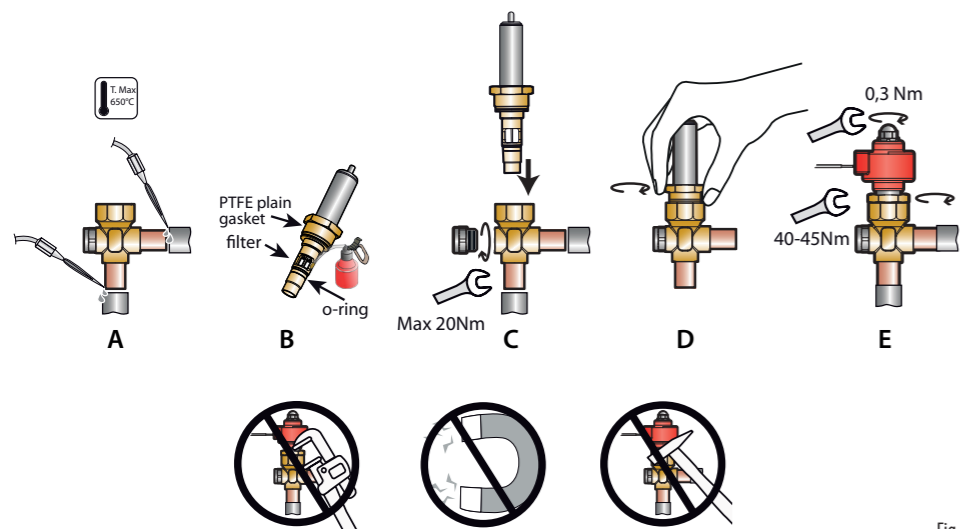

Fig.2
Le valvole E²V-Z devono essere saldate al circuito mediante brasatura dei raccordi in rame ai tubi di uscita condensatore (IN) e di ingresso evaporatore (OUT). Seguire la successione indicata in Fig. 2 procedendo in questo modo:
- Inserire le tubazioni dell'impianto nei raccordi femmina della valvola, facendo attenzione a non andare oltre le apposite restrizioni presenti nei raccordi della valvola stessa. Procedere alla saldatura orientando la fiamma verso l'estremità dei raccordi come da Fig. 2-A (per una migliore brasatura senza alterare la tenuta della zona di saldatura tra corpo e raccordi utilizzare lega con temperatura di fusione inferiore a 650 °C o con tenore di argento superiore del 25 %).
- Verificare che la guarnizione piana in PTFE e l'oring siano presenti e posizionati nelle loro sedi (Fig. 2-B).
- Verificare che il filtro in rete metallica sia inserito sulla boccola di ottone (Fig. 2-B). In caso contrario, posizionarlo come in figura e portarlo in battuta. **Attenzione! Il filtro è efficace solo con verso di entrata del fluido dal raccordo laterale. In caso di utilizzo della valvola in direzione contraria, prevedere apposito filtro nel circuito, togliendo quello fornito.**
- Lubrificare con un velo d'olio (uno qualsiasi di quelli normalmente utilizzati nei circuiti frigoriferi) la superficie esterna dell'oring della cartuccia (Fig. 2-B)
- Inserire la cartuccia all'interno del corpo brasato avendo cura di non forzare durante l'inserimento (Fig. 2-C).
- Procedere quindi ad avvitare manualmente la ghiera in ottone fino al raggiungimento del suo finecorsa (Fig. 2-D).
- Serrare la ghiera sul corpo valvola con una chiave a forchetta da 24 con una coppia di serraggio di 45Nm (Fig. 2-E) E' possibile cambiare la taglia della valvola sostituendo la cartuccia esistente con una di taglia diversa (senza cambiare il corpo valvola)
- Inserire lo statore rosso, venduto separatamente (vedi tabella "Connessioni elettriche"), fino a fondo corsa della cartuccia avvitando il dado nero portandolo in completa battuta fino a deformare la corona circolare in gomma dello statore (coppia di serraggio 0,3 Nm) (Fig. 2-E).
The E2V-Z valves must be joined to the circuit by braze welding the copper fittings to the condenser outlet (IN) and evaporator inlet (OUT) pipes. Proceed as indicated in Fig. 2:
- Insert the pipes in the female valve fittings, being careful not to go beyond the specific restrictions present in the joints of the valve. Weld by aiming the flame at the ends of the fittings as shown in Fig. 2-A (for better braze welding without affecting the seal of the welded area between the body and the fittings, use alloys with a fusion temperature less than 650 °C or with a silver content above 25%);
- Make sure that the PTFE and l'oring are present and positioned in their site (Fig. 2-B).
- Make sure that the metal mesh filter is inserted on the brass bushing (Fig. 2-B). Otherwise, position it as shown in the figure and make sure it's properly in place. **Warning! The filter is efficacious with fluid inlet from the connection side. If using the filter in the opposite direction, install a special filter in the circuit, removing the one supplied.**
- It is necessary to lubricate with oil (any of those normally used in refrigerant circuits) the outer surface of the cartridge oring (Fig. 2-B)
- Insert the cartridge inside the braided body, taking care not to force it during insertion (Fig. 2-C).
- Proceed to manually screw the brass nut until it reaches its limit (Fig. 2-D).
- Tighten the nut on the valve body with a 24-inch fork wrench with a tightening torque of 45Nm (Fig. 2-E). It is possible to change the valve size only by replacing the existing cartridge with a different size (without changing the valve body).
- Insert the red stator, not included (see table "Electrical connections"), on the cartridge with the black nut screwed on tightly until deforming the rubber ring on the stator (tightening torque 0.3 Nm) (Fig. 2-E).